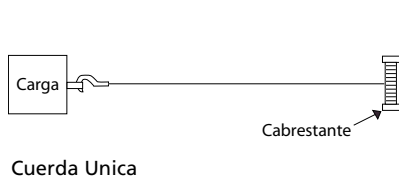

Figura 3
1. El cabrestante tiene 680 kg de capacidad con cuerda única (Vea la Figura 3). La carga máxima es con el cable metálico enrollándose alrededor del tambor del cabrestante desnudo. Cada capa sucesiva de cable que se añade reduce la capacidad máxima alrededor de 10%.